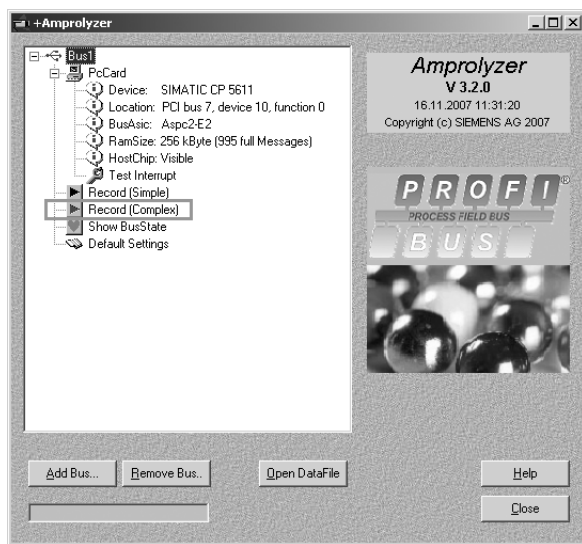

图 12-114 创建触发事件
3) 创建触发事件。在 Amprolyzer 中，双击“Record (Complex)”选项，如图 12-114 所示，将弹出“Record (Complex)”对话框。